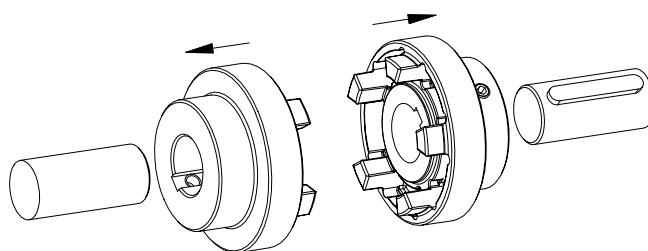

Fig. 17: Montaggio del mozzo
- Montare i mozzi sull'albero, sui lati conduttore e condotto (vedere fig. 17).